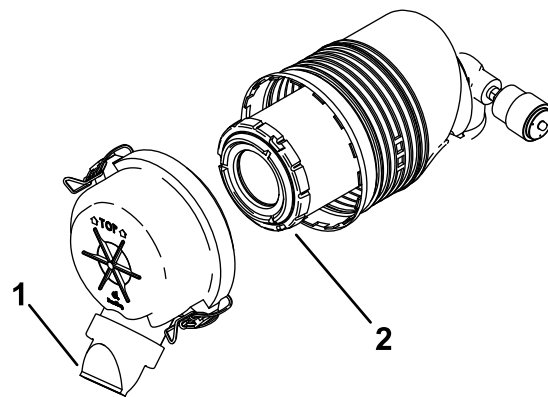

Рисунок 41
- Д. Установите крышку воздухоочистителя таким образом, чтобы пылезащитный колпачок был ориентирован вниз, как показано на Рисунок 41, и закройте защелки.